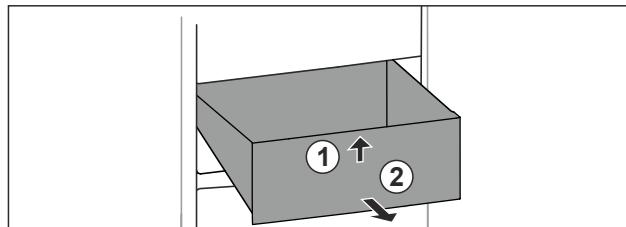

Fig. 91
- Soulever la partie avant du tiroir. Fig. 91 (1).
- Retirer le tiroir par l'avant. Fig. 91 (2)